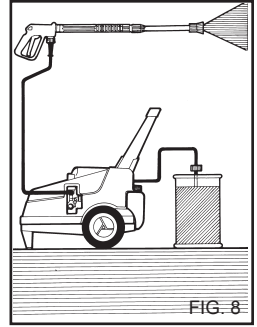

FIG. 8
Pida a su revendedor el catálogo de los detergentes que pueden ser utilizados según el tipo de lavado a realizar y del tipo de superficie a tratar. Después de usar un detergente, el circuito de aspiración del detergente tiene que ser aclarado con agua limpia (fig. 8).
1) Después del uso con detergente, aclarar el circuito de aspiración; introducir el tubo de aspiración del detergente (fig. 8) en un bidón de agua limpia y hacer funcionar la bomba durante 1 minuto con el grifo de dosificación completamente abierto y la lanza en fase de suministro de detergente.
4) Después del uso con detergente, aclarar el circuito de aspiración, introducir el tubo de aspiración (fig. 8) del detergente en un bidón de agua limpia y hacer funcionar la bomba durante 1 minuto y la lanza en fase de suministro del detergente.